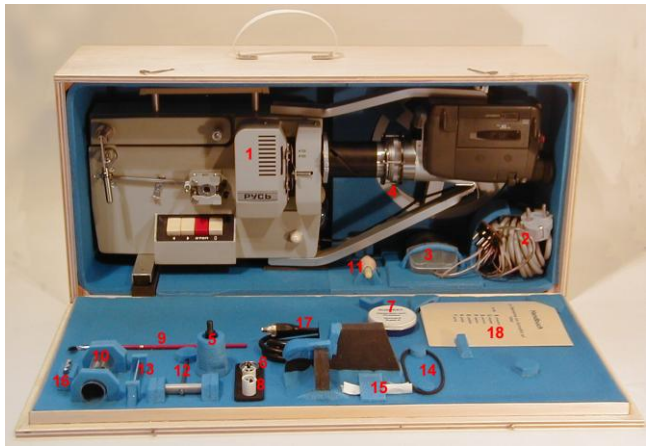

Bild1: Kisteninhalt und -ordnung
Verkabelung der SUSPEKT-Einheit lösen. Oberen Spulenarm (23) nach hinten klappen. Die Rückspulkurbel so einklappen, dass sie gerade und nach unten steht, wie in Bild 1. Dann die Einheit in die Kiste zurückstellen.
Entnommene Utensilien wie im Bild 1 wieder an Ort und Stelle platzieren. Inhaltsverzeichnis (Abschnitt 2) nutzen. Kiste vorsichtig schließen, kontrollieren, dass nichts klemmt oder zwängt.